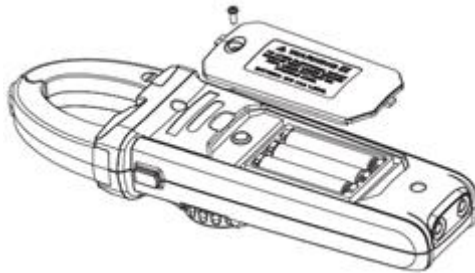

Fig. 10 REEMPLAZO DE LA BATERÍA
1. Retire el tornillo cabeza Phillips atrás (cerca del centro) del medidor. Ver Fig. 10.
3. Reemplace las tres (3) baterías AAA estándar 1.5V, observando la polaridad correcta.